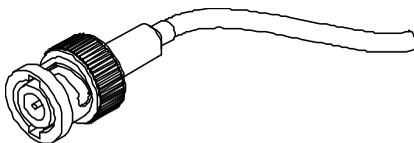

Figura L-5 Conector BNC de sondas de corrientes de Foucault
- El tercer tipo es un conector BNC (vea la Figura L-5 en la página 190), usado en ciertas sondas de corrientes de Foucault de una sola bobina.